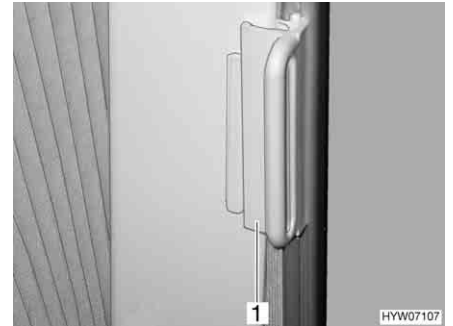

Fig. 28 Verrouillage supplémentaire pour dispositif occultant plissé
- Pousser la poignée (Fig. 28, 1) sur la pièce de fixation. Le dispositif occultant plissé est bloqué.